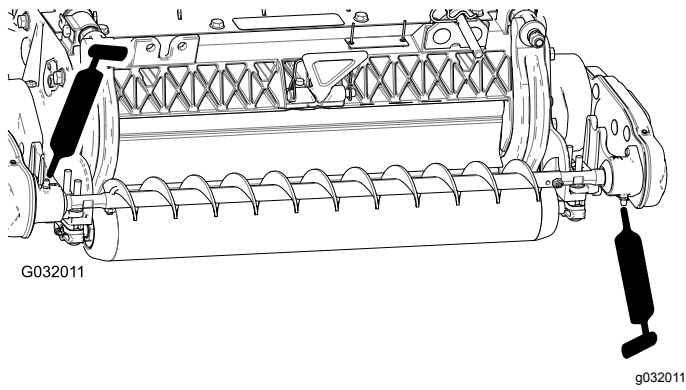

Bild 19
4. Fetten Sie die Schmiernippel an jedem Lagergehäuse der Rollenbürste mit Nr. 2 Allzweckfett auf Lithiumbasis ein (**Bild 19**). Wischen Sie überschüssiges Fett ab, besonders um die Ausschlussdichtungen.